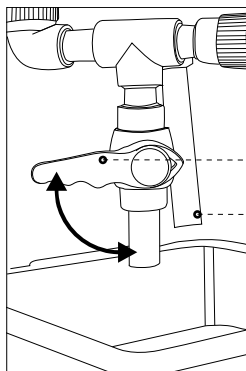

Abb.5 Ablassen des Wasser aus dem Behälter
- Den Tropfbehälter unter Wasserablass stellen, der unter Vitrinenkörper vorhanden ist Abb.5 (S.19)